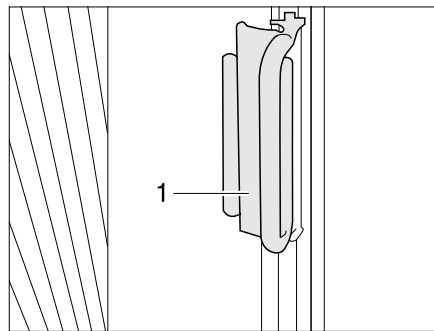

Bild 16 Griff faltverdunklung Frontscheibe
- Die faltverdunklungen für die Frontscheibe mit den Griffen (Bild 16,1) unter die Abdeckungen an den A-Säulen schieben und den Griff auf der Abdeckung feststecken. Die faltverdunklung ist gesichert.